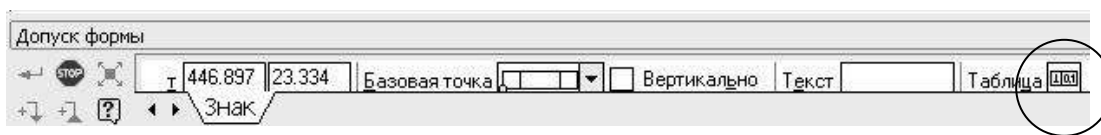
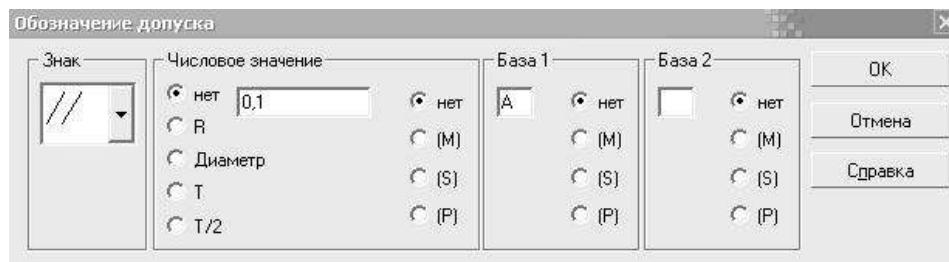

Рис.70 Панель свойств создания допуска формы
Рис.71 Обозначение допуска формы
3.1. Покажите на чертеже допуск на параллельность верхней и нижней поверхностей. Для этого нажмите кнопку , на **Панели свойств** кликните левой кнопкой мыши в окне Таблицы (Рис.70), в появившемся диалоге (Рис.71) выберите знак параллельности, введите численное значение допуска и укажите базу, нажмите ОК.